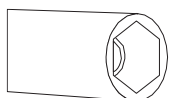

Figura 4
2. Pentru înlocuirea duzelor, utilizați o șurubelniță al cărei cap să corespundă celui indicat în Figura 4.